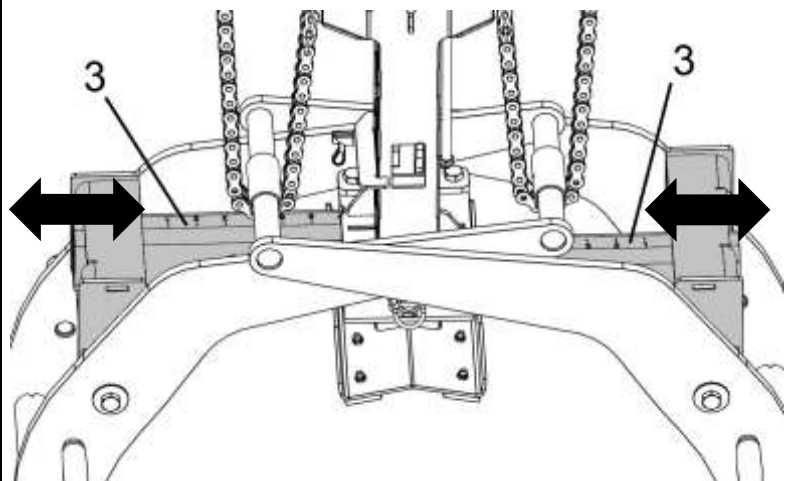

Abb. 3
4. Muova le parti laterali (3) su entrambi i lati (in modo sincrono l'una con l'altra) fino a impostare l'intervallo di presa richiesto per il materiale da afferrare (tubo di cemento) (Fig. 3).